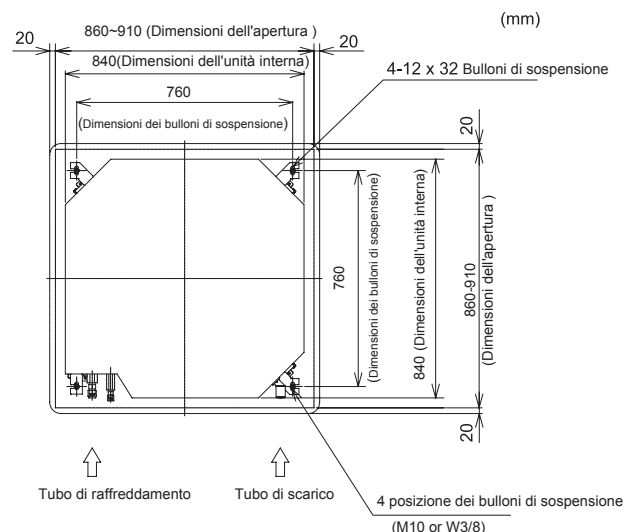

Fig. 4.3. Apertura di controsoffitto e bulloni di sospensione
- (1) Selezionare l'ubicazione e la direzione appropriate per l'installazione dell'unità interna e determinarne la posizione. Prestare particolare attenzione allo spazio per le tubazioni, i cablaggi e la manutenzione.
- (2) Tagliare l'area per l'unità interna nel controsoffitto e installare i bulloni di sospensione, come mostrato in Fig. 4.3.